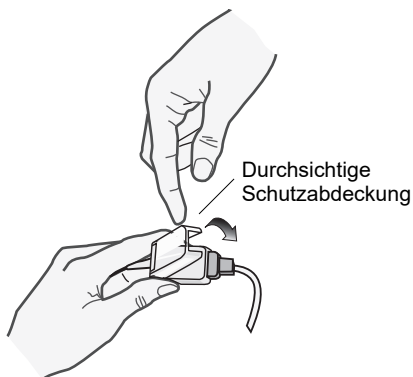

Abbildung 10-2 Herunterklappen der Schutzabdeckung über die Kabelverbindung
5. Klappen Sie die durchsichtige Schutzabdeckung über die Verbindung, um sie zu sichern (siehe Abbildung 10-2).